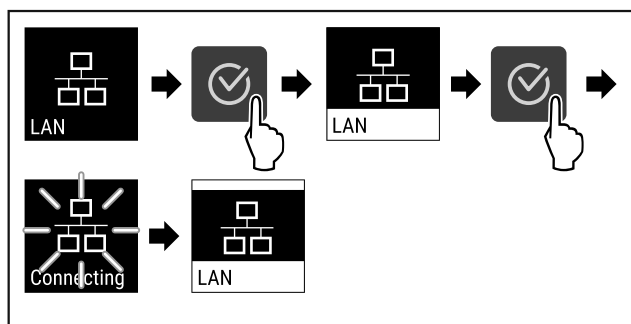

Fig. 80
- ▶ Proved'te akční kroky (viz Fig. 80).